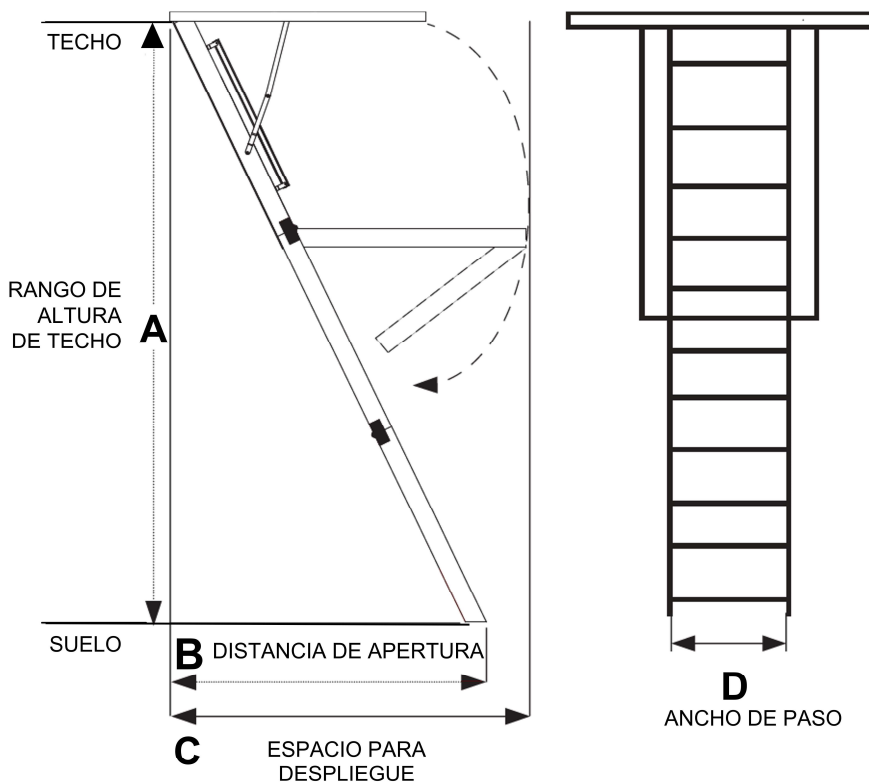

FIGURA 3
Ubique la abertura aproximada de la escalera plegable del ático de modo que tenga un área adecuada para caminar y acceder a los escalones en el nivel del suelo. Al subir y entrar al ático, asegúrese de que haya suficiente espacio para la cabeza y soporte para el piso del ático. Deje un amplio espacio libre para girar y aterrizar la escalera plegable del ático. Consulte la **Figura 3** y **Tabla 3**.
2. **Reemplazo:** Verifique el tamaño actual de la abertura de techo, la ubicación y la integridad del marco (consulte las instrucciones de inspección a continuación). Consulte la **Figura 3** y la **Tabla 3**. Si se necesitan ajustes, consulte el **APÉNDICE** para reestructurar la abertura de techo.